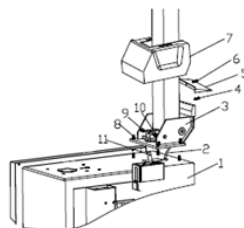

Рис. 3
2. Установите шарнирный короб (3, рис. 3) на корпус (1, рис. 3) с помощью 4 болтов (M12), проденьте воздушный шланг (2, рис. 3) через полость стойки. Затяните 4 самоконтрающихся гайки (8, рис. 3)
3. Вставьте винт (9, рис. 3) в отверстия как стойки, так и штока цилиндра наклона (11, рис. 3), затяните его с помощью самоконтращейся гайки (10, рис. 3).
4. Отвинтите два болта на левом кожухе и снимите кожух, подсоедините воздушный шланг (2, рис. 3), указанный выше, к боковым отверстиям, которые служат для управления 5-ходовым клапаном наклона. Установите и зафиксируйте левый кожух.
5. Зафиксируйте пластиковую крышку (7, рис. 3) двумя болтами (4, рис. 3).
6. Установите заднюю пластиковую крышку (5, рис. 3) на стойку с помощью винта (6, рис. 3).